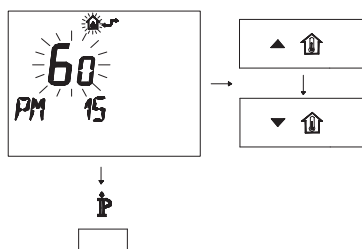

Figura 5.28
- Modificare il SET programmato agendo sui pulsanti **▲** o **▼** fino a visualizzare un **set di 60**, aspettare che il numero programmato cominci a lampeggiare (**Figura 5.28.**)